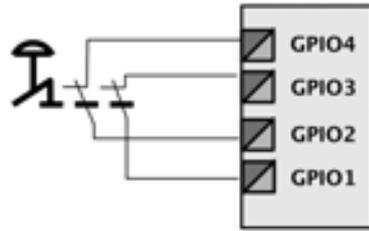

Figura 8: Conectando uma parada de emergência
assim como as especificações de análise de segurança. É essencial que os componentes contêm 2 contatos de força guiados normalmente fechados (NF) (Figura 8), e que sejam aprovados para o nível ou categoria de segurança relevante.